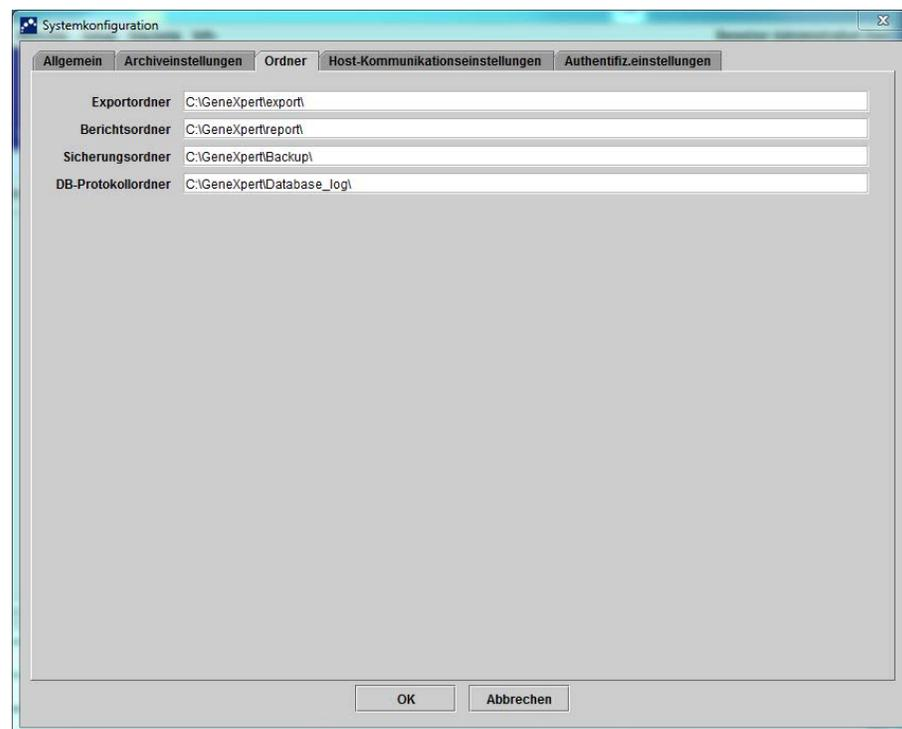

Abbildung 2-80. Dialogfeld „Systemkonfiguration“ (Registerkarte „Ordner“)
2. Klicken Sie auf die Registerkarte **Ordner**. Die Registerkarte **Ordner** wird angezeigt. Siehe Abbildung 2-80.